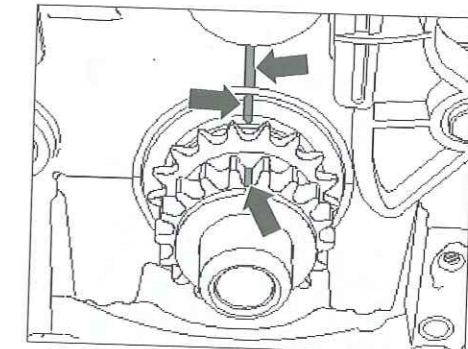

Fig. 11
- [5]. Varilla de bloqueo (ref. T40011) (Fig.11).
- Marcar la posición de cigüeñal con relación al bloque motor con ayuda de un rotulador (Fig.11).